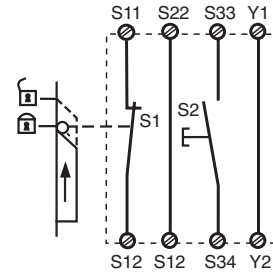

Fig. 4: Schutztürsteuerung 1
Schutztürsteuerungen (Fig. 4 - 7):
- Schutztürsteuerung 1 (Fig. 4)
Safety gate control (Fig. 4 - 7):
- Safety gate control 1 (Fig. 4)
- Dispositif de verrouillage 1 (fig. 4)